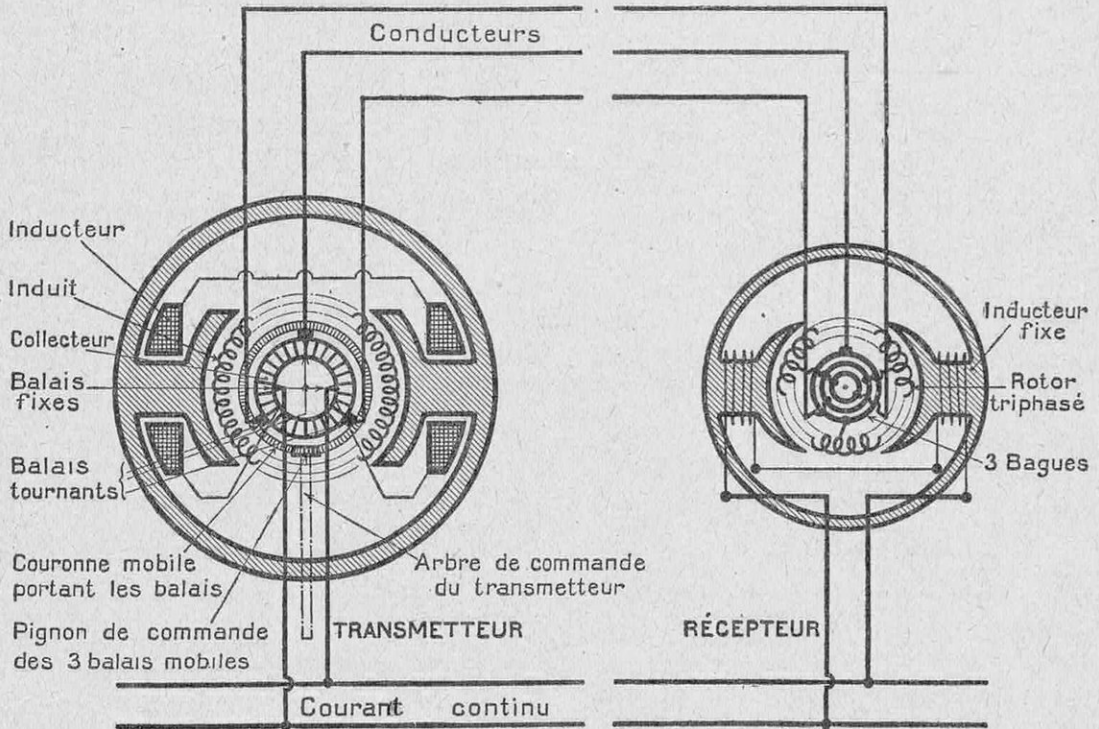

FIG. 2. — SYSTÈME DE TRANSMISSION CONTINUE SAINT-CHAMOND-GRANAT
Rappelons brièvement le fonctionnement de ces appareils déjà décrits ici (1). Le transmetteur est un moteur-dérivation (2) ou *shunt* sur le collecteur duquel frottent trois balais décalés à 120 degrés, qui reçoivent de ce collecteur même des courants triphasés dont la fréquence est proportionnelle à la vitesse de rotation de l'organe de commande (fig. 2). Le rotor du récepteur est alors le siège d'un champ tournant (3) à la fréquence du courant d'alimentation, et par conséquent à la vitesse de rotation de l'organe de commande. Le stator du récepteur étant fixe et le champ du rotor ayant tendance à se déplacer, un couple prend naissance qui fait
(1) Voir *La Science et la Vie*, n° 132, page 514.
(2) Voir *La Science et la Vie*, n° 138, page 470.
(3) Voir *La Science et la Vie*, n° 138, page 472.